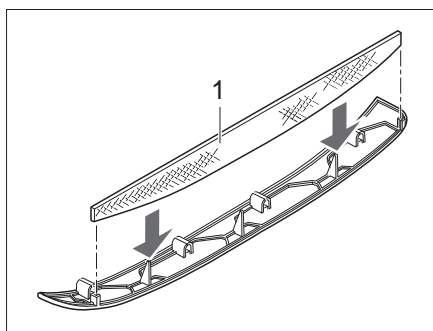
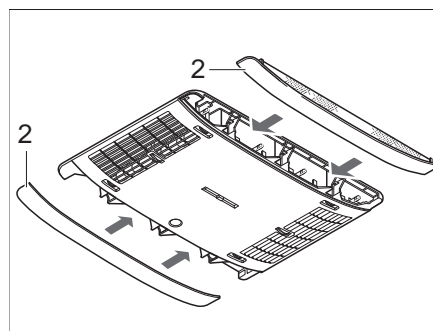

Bild 274 Luddfilter klimatanläggning
Bild 275 Paneler klimatanläggning
I panelerna (Bild 275,2) på sidorna finns två luddfilter. Luddfiltren måste rengöras regelbundet, dock minst var 6:e månad, och vid behov ska de bytas.
- Dra av panelerna (Bild 275,2) från luftspridaren och rengör luddfiltret (Bild 274,1) eller byt det vid behov.